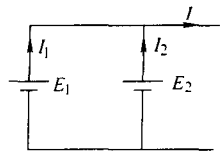

图 1-3 直流电源的并联
2. 直流电源的并联 直流电源的并联如图 1-3 所示。两个直流电源并联使用，要求它们的电动势相等，总电动势和一个电源的电动势相等，即 $E = E_1 = E_2$ 。